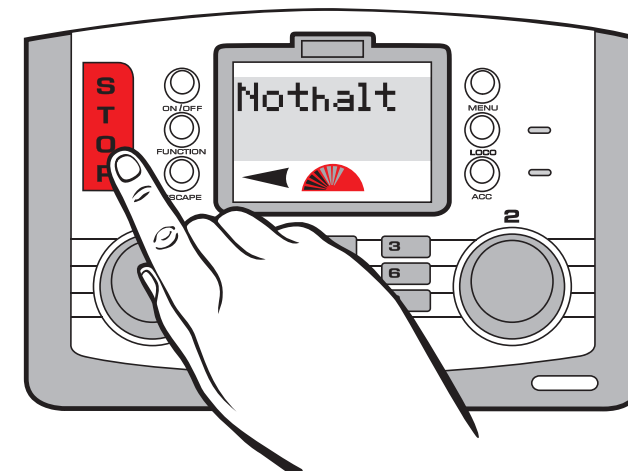

Abb. 1
1. Drücken Sie die Taste „**STOPP**“, die sich an der Elite Steuerung befindet. S. Abb. 1.